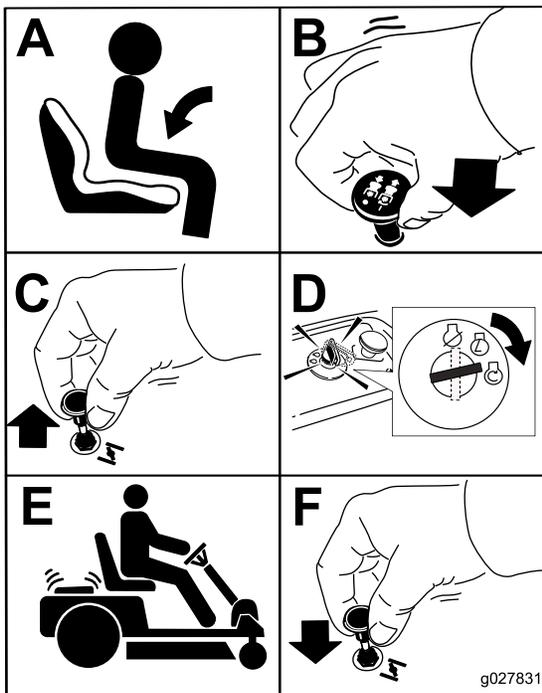

Figura 17
Siéntese en el asiento y asegúrese de que el freno de estacionamiento está puesto (Figura 17).
1. Desengrane las cuchillas moviendo el mando de control de las cuchillas a la posición de DESENGRANADO (Figura 17).